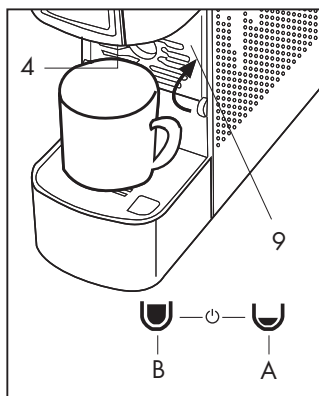
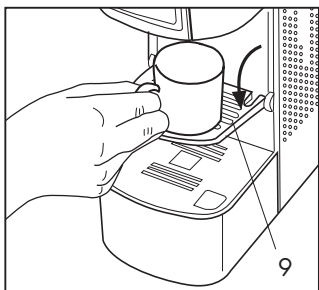

Abb. 5
Abb. 6
Das Gerät ist gereinigt, wenn mindestens 3 Tassen Wasser abgegeben worden sind. **(Abb. 5)**
Die Halterung (9) öffnen, um einen richtigen Espresso vorzubereiten und eine kleine Tasse zu verwenden **(Abb. 6)**. Um große Tassen zu verwenden, die Halterung (9) schließen und die Tasse direkt auf das Gitter der Tropfschale (5) stellen **(Abb. 5)**